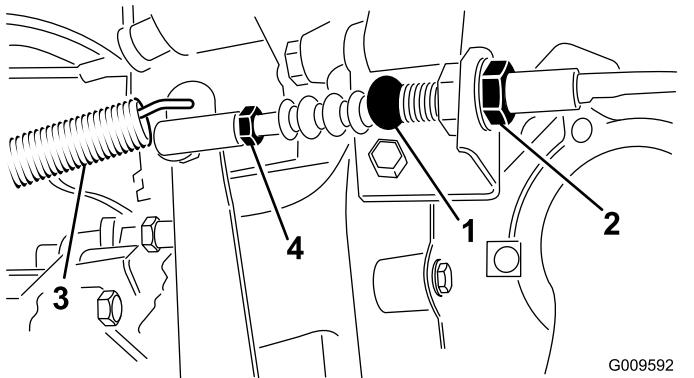

図 59
1. クラッチケーブルをベルハウジング上のブラケットに固定しているジャムナットをゆるめる図 59。